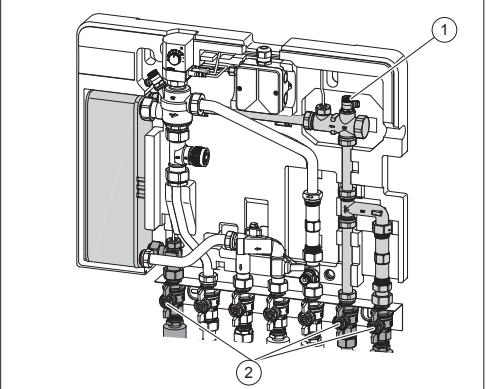

Fig. 3: Démontage / montage du capteur de débit
1. Fermer les 3 robinets à tournant sphérique marqués (voir Fig. 3 (2)) du bloc de raccordement avec robinets à tournant sphérique.
2. Ouvrir le purgeur d'air (voir Fig. 3 (1)) au capteur de débit pour mettre la conduite hors pression.